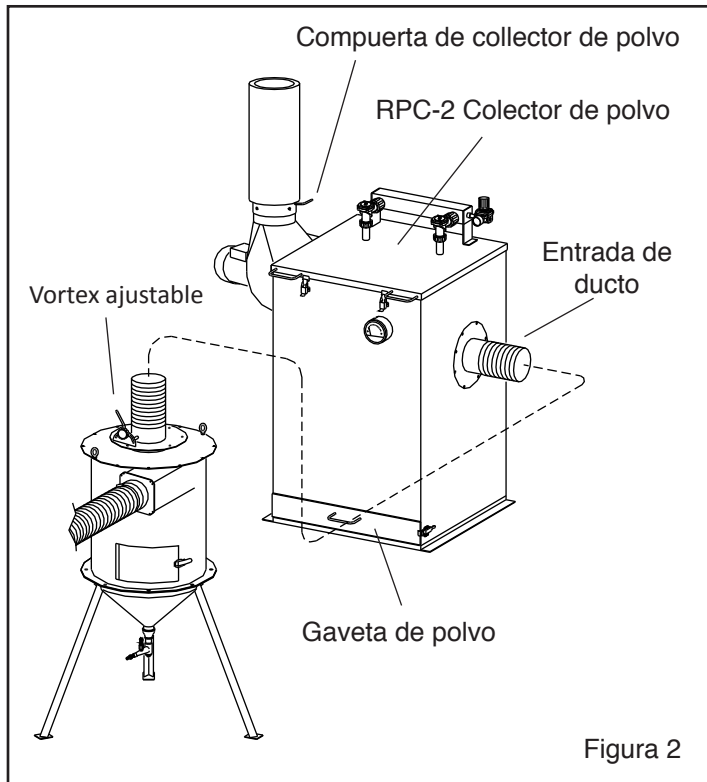

Figura 2
1.3.3 Refiérase a la configuración de la Figura 1 con un colector de polvo CDC-1. La ilustración muestra un separador ciclónico de pie modelo 900; los separador ciclónicos 300 y 600 están montados en la parte posterior de la cabina. La Figura 2 muestra la configuración con un colector de polvo de pulso inverso RPC-2 con extractor de polvo (600 pcm o 900 pcm). Los opcionales RPH-2 (600 pcm y 900 pcm) o RPH-3 (1200 pcm) se instalan igual que el RPC, pero incluyen una tolva para almacenamiento adicional de polvo y se vacía en un tambor. La altura total del RPH es de aproximadamente 10 pies, 6 pulgadas, y de 12 pies cuando la puerta de acceso superior está abierta. Un colector RPC o RPH de mayor capacidad puede agregarse en cualquier momento.
1.5.2 Colectores de Polvo RPC-2: Mostrado en la Figura 2, este colector está disponible en 600 pcm y 900 pcm. Filtros dobles de cartucho son periódicamente limpiados automáticamente por pulsos de aire comprimido. El polvo se recoge en una gaveta y debe ser vaciada frecuentemente. Refiérase al manual número 22788.
1.5.3 Colector de Polvo RPH-2: Este está disponible en modelos de 600 pcm y 900 pcm. Se instala y opera igual que el RPC-2, como se ve en la Figura 2. Pero en vez que una gaveta para el polvo, el colector esta sobre una tolva, lo que proporciona almacenamiento adicional y se vacía a un tambor. Refiérase al manual número 21449.
2.1.1 Refiérase a la Figura 1 (y a la Figura 2 para colector de polvo opcional RPC-2) para la configuración general. Coloque todos los componentes en una ubicación conveniente donde estén disponibles tanto aire comprimido como electricidad. La ubicación de la cabina debe cumplir con la OSHA y todos los códigos de seguridad locales. Permita un acceso total a todas las puertas y áreas de servicio, y para el manejo eficiente de piezas grandes. Proporcione suficiente espacio al colector de polvo para su mantenimiento y para retirar el contenedor de polvo. Coloque separador ciclónicos verticales directamente detrás de la cabina con conexiones de manguera flexible y válvula dosificadora mirando hacia la cabina. Coloque los separador ciclónicos verticales directamente detrás de la cabina con las mangueras flexibles y la válvula dosificadora mirando hacia la cabina para minimizar el número de curvas. Determine la mayor ubicación para todos los componentes y colóquelos antes de instalar las conexiones de aire comprimido, conexiones eléctricas y mangueras flexibles.